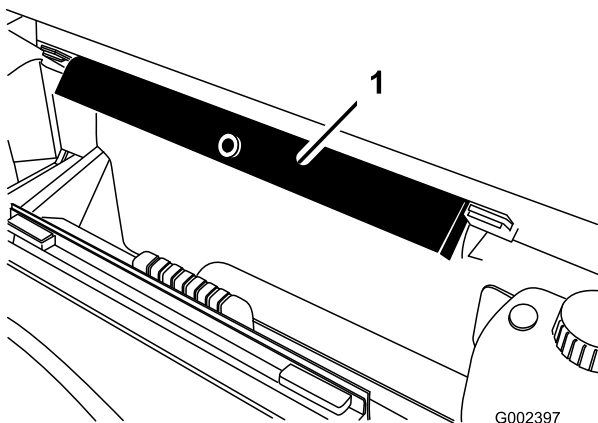

Bild 30
2. Nehmen Sie die Pritschenstütze aus den Einlagerungshalterungen hinten am Überrollschutz (Bild 30).